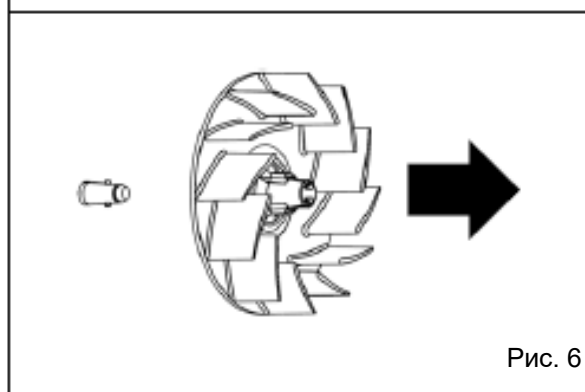

Рис. 4
5. Извлеките крышку вентилятора (Рис. 4).